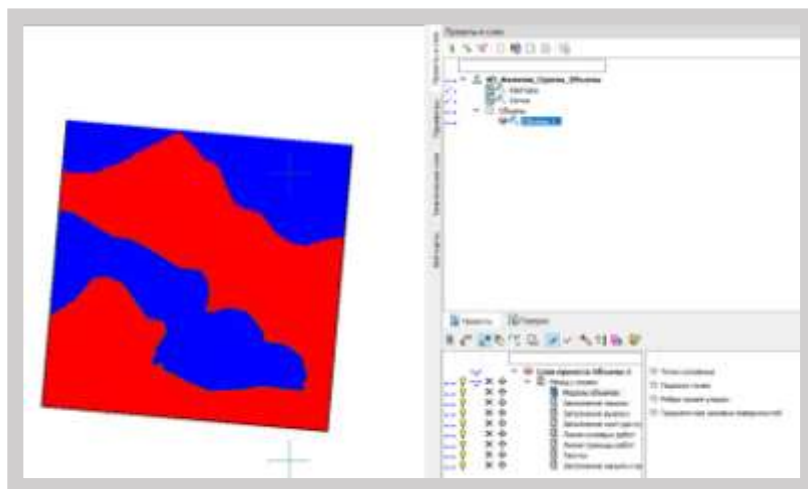

Рис. 10
3. В Свойствах Набора проектов сделать Дополнительную систему координат СК\_500 не активной и не видимой, Рис.10.